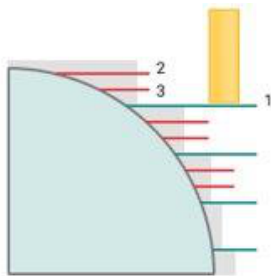

Рис. 6-4. Контекстная подсказка для параметра Шаг вверх.
Так как при большой глубине резания на заготовке будут оставаться большие ступеньки, что плохо для чистовой обработки, в операции задан Шаг вверх (3). Этот параметр поясняет рис. 6-4, цифрами на нем обозначен порядок проходов. При большой высоте вертикальных стенок параметр Угол отступа (4) должен быть не равен 0, чтобы исключить контакт нережущей